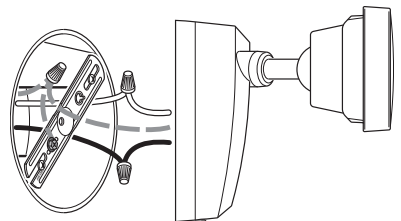

Figura 2
3. Conecte todos los cables de tierra al cable flexible sujetado al tornillo verde de tierra (Vea la figura 2).